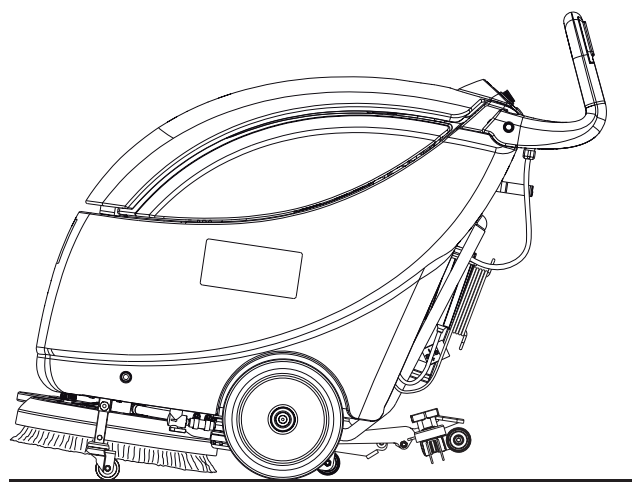

Figura 5
8. Soltar los pulsadores de asenso del cepillo (61).
9. Pulsar el interruptor (63) en la posición "0", para apagar el motor de aspiración.
10. Pulsar el interruptor (62) en la posición "0", para apagar el motor del cepillo.
11. Activar la clavija de posicionamiento (24) y activar el dispositivo de transporte/estacionamiento de la máquina (23a) para tener levantado el cepillo/portafiltro (véase la Figura 5).